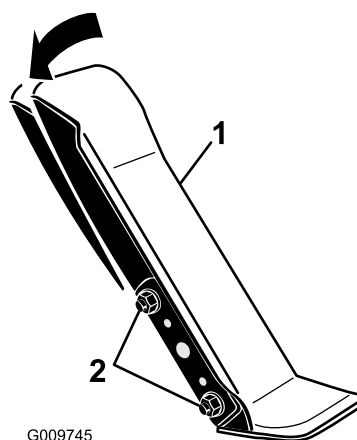

Figure 117
1. Desserrez les 2 écrous et boulons qui fixent le côté gauche de la pédale de déplacement au support (Figure 117).
2. Faites pivoter la pédale à l'angle voulu puis serrez les écrous (Figure 117).